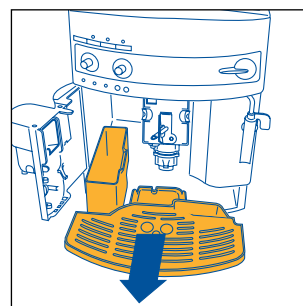

Fig. 16
ANM 7: Maskinen räknar antalet kaffekoppar som har lagats. Efter 14 koppar kaffe (eller 7 dubbla koppar) tänds kontrolllampan  (avsnitt 12 punkt 3) för att varna för att behållaren för kaffesump är full och behöver tömmas och rengöras. Kontrolllampan förblir tänd tills du rengör behållaren och det går inte att laga något kaffe. Öppna luckan framtill genom att dra i handtaget (fig. 15). Kontrolllampan  börjar blinka (se avsnitt 12 punkt 9). Ta loss droppskålen (fig. 16), töm och rengör den. Töm och rengör behållaren för kaffesump noggrant. Se till att du får bort alla rester som kan finnas på botten. Torka också bort eventuella kondensdroppar som har bildats inuti maskinen under droppskålen. **IOBS: När du tar loss droppskålen MÅSTE DU alltid tömma behållaren för kaffesump, även om den inte är full. Om du inte gör det kan det hända att sumpbehållaren fylls mer än väntat nästa gång du lagar kaffe och att maskinen täpps igen av sump.**
- ta loss droppskålen och behållaren för kaffesump (fig. 16) och diska dem;